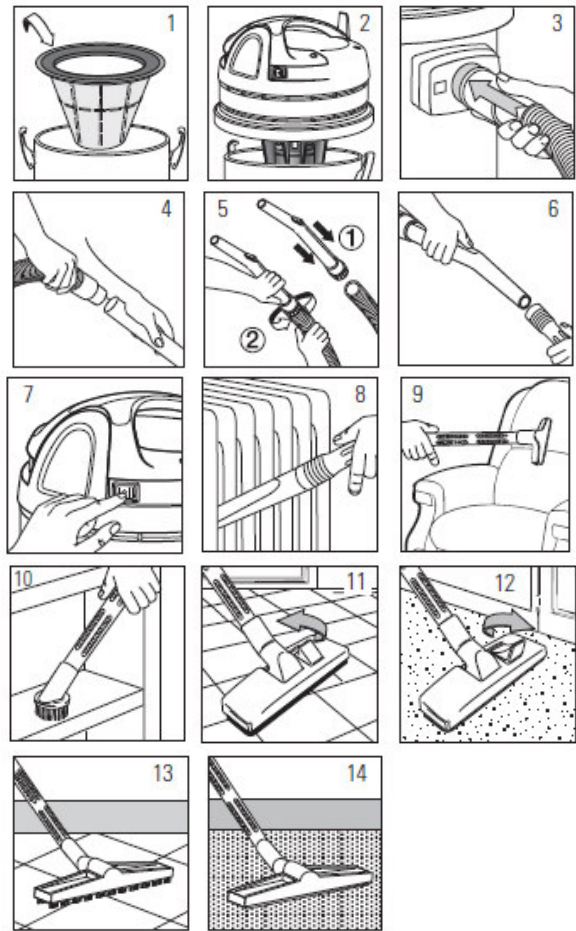

Abb. 8: Betrieb
Schritt 1: Filterpatrone in Behälter einsetzen (Pos. 1, Abb. 8)
Schritt 2: Motorkopf auf Behälter setzen und mit Klammern befestigen (Pos. 2, Abb. 8)
Schritt 3: Schlauch am Saugstutzen anschließen (Pos. 3, Abb. 8)
Schritt 4: Saugrohre auf Saugschlauch stecken (Pos. 4, 5 und 6, Abb. 8)
Schritt 7: Gerät erst einschalten, nachdem das vorliegende Handbuch aufmerksam gelesen worden ist, das jeden Teil und alle Funktionen beschreibt (Pos. 7, Abb. 8)
- Beispiel für den Gebrauch der Fugendüse (Pos. 8, Abb. 8)
- Beispiel für den Gebrauch der Polsterdüse (Pos. 9, Abb. 8)
- Beispiel für den Gebrauch der Rundbürste (Pos. 10, Abb. 8)
- Beispiel für den Gebrauch der Bürste für Bodenreinigung (Pos. 11-13, Abb. 8)
- Beispiel für den Gebrauch der Bürste für Teppichreinigung (Pos. 12-14, Abb. 8)